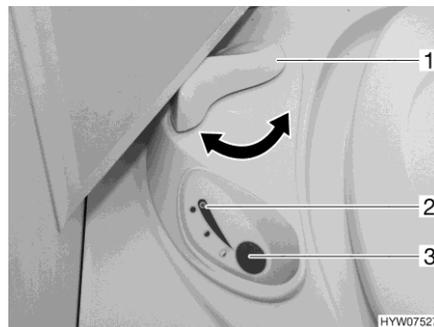

Fig. 148 Centralina di controllo toilette Thetford
- Prima di tirare l'acqua, aprire il cursore della toilette Thetford. A tal fine ruotare la leva del cursore (Fig. 148,1) in senso antiorario.
- Per sciacquare premere il pulsante blu (Fig. 148,3).
- Dopo aver tirato l'acqua chiudere il cursore. Ruotare la leva del cursore (Fig. 148,1) in senso orario.
Quando la cassetta Thetford è piena e deve venire svuotata, la spia di controllo (Fig. 148,2) si accende.